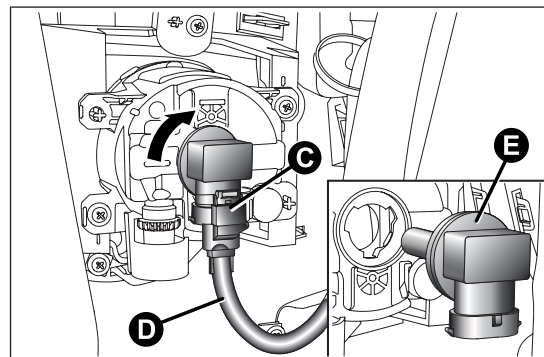

fig. 168
- agir sur l'agrafe C fig. 168 et débrancher le connecteur électrique D ;